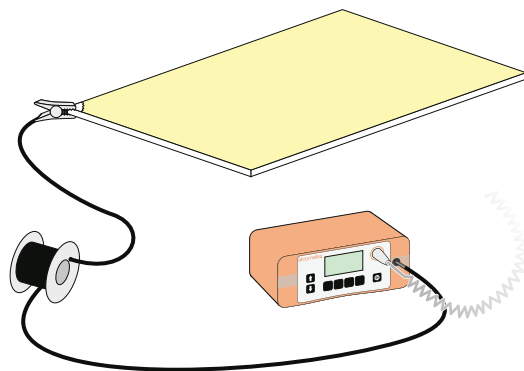

Bild 2
- 2 Schließen Sie die Klemme am Masse-Signalkrückleitungskabel an einer freiliegenden Stelle des Substrats an. Schließen Sie das andere Kabelende am Gerät an (Bild 2).